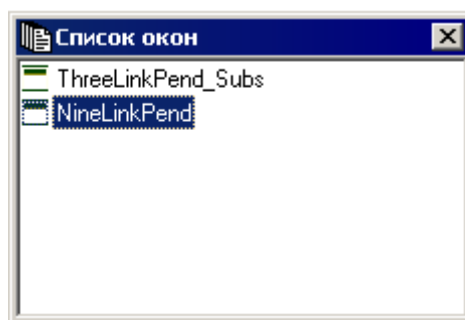

Рис.1.10. Переключение между открытыми объектами в программе ввода данных
1. Сделайте активным объект **ThreeLinkPend_Subs** (см. рис.1.10, стр. 39).
4. Сделайте активным объект **NineLinkPend** (см. рис.1.10, стр. 39).
1. Сделайте активным объект **NineLinkPend** (см.рис.1.10, стр. 39).